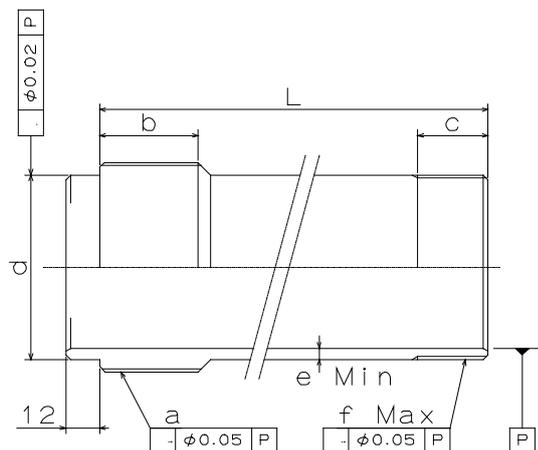

Figura 18
La dimensione della lunghezza (L) nella figura 18 è determinata dalla distanza A intercorrente tra l'adattatore del cilindro e la piastra posteriore.